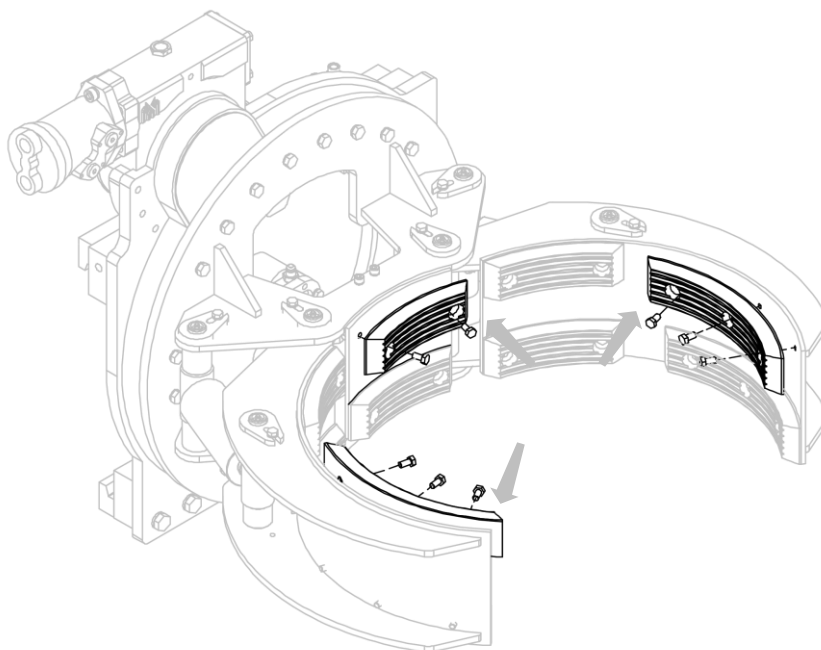
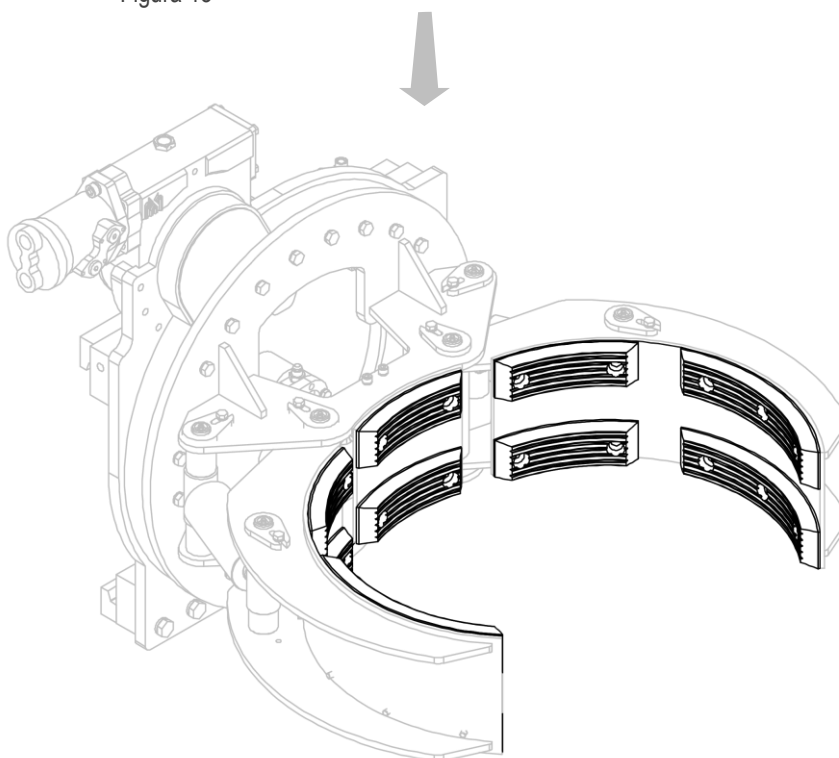

Figura 13
Figura 14
2. Instalar las placas de goma, utilizando tornillos correspondientes (mira *Figura 13* y *Figura 14*).